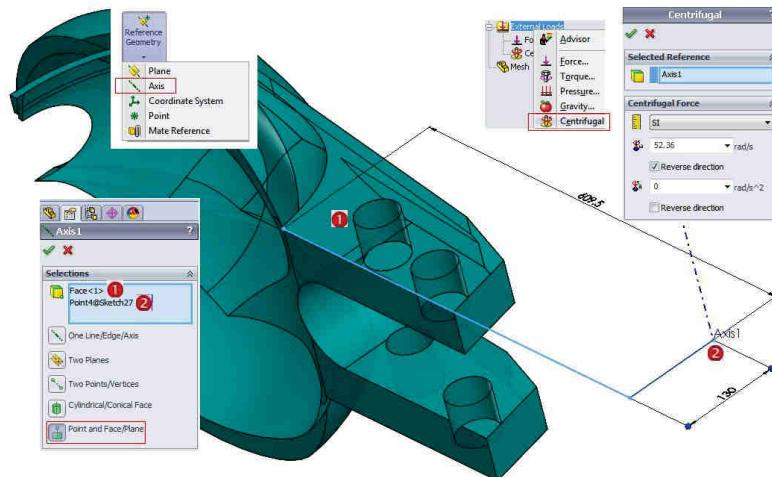

Fig. 3.42
- În planul **①** al furcii conice se vor schița liniile de lungime 609.5 și 130, perpendiculare între ele, fig. 3.42.
- In the **①** plane of the Taper Shank. The two lines with lengths of 609.5 and 130 will be drawn, perpendicular to one another, fig. 3.42.
- Se va lansa comanda Axis și se va defini axa de rotație Axis1 ce trece prin punctul ② și este perpendiculară pe planul ①, fig. 3.42.
- Launch the Axis command and define axis Axis1 passing through ② point and perpendicular to the plane ①, fig. 3.42.
- Click dreapta pe ramura External Loads și selecție Centrifugal, fig. 3.42.
- Right-click the External Loads folder and select Centrifugal, fig. 3.42.